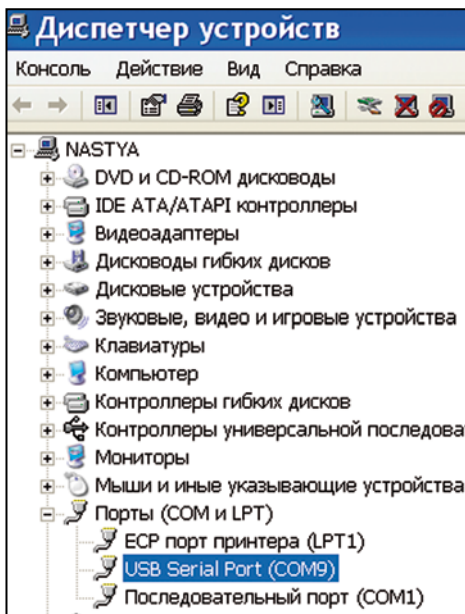
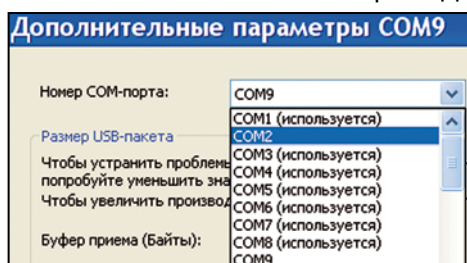

Рисунок 3. Диспетчер устройств
Рисунок 4. Изменение номера COM-порта
5.3.2 Чтобы проверить номер виртуального COM порта, надо запустить Диспетчер устройств рисунок 3:
5.3.4 Далее, дважды щёлкнуть левой кнопкой мышки на «USB Serial Port (COM9)» (см. рисунок 3). В открывшемся окне «Свойства» перейти на закладку «Port Settings» (Параметры порта) и нажать кнопку «Advanced...» (Дополнительно). В открывшемся окне в списке «Номер COM-порта» выбрать один из портов в диапазоне COM2 – COM8 рисунок 4, затем нажать «OK», в окне «Свойства» – тоже «OK». Закрыть Диспетчер устройств.
Порты COM3 – COM8 в списке на рисунке 4 отмечены, как «используемые» в системе. На самом деле, в данный момент времени они свободны, а реально «используется» только порт COM1 (см. рисунок 3).